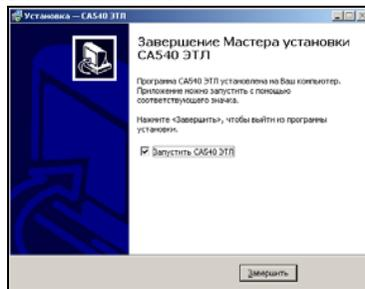

Рисунок 8.7
6) На экране появится окно (рисунок 8.7). Для завершения установки программы щелкнуть по кнопке **Завершить**, на Рабочем столе появится ярлык "CA540 ЭТЛ".